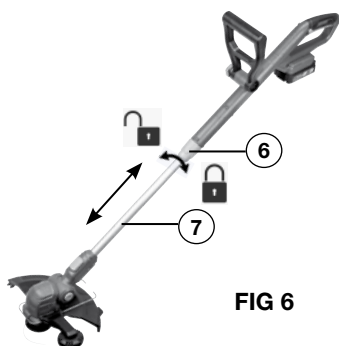

FIG 6
## AJUSTEMENT DE LA HAUTEUR (FIG 6)
Pour ajuster la hauteur du taille-bordures, Desserrez le coupleur de tige (6) en le tournant dans le sens des aiguilles d'une montre, comme indiqué à la FIG 6, déplacez la tige (7) vers le haut ou vers le bas jusqu'à la hauteur souhaitée, puis serrez le coupleur en le tournant dans le sens inverse des aiguilles d'une montre.